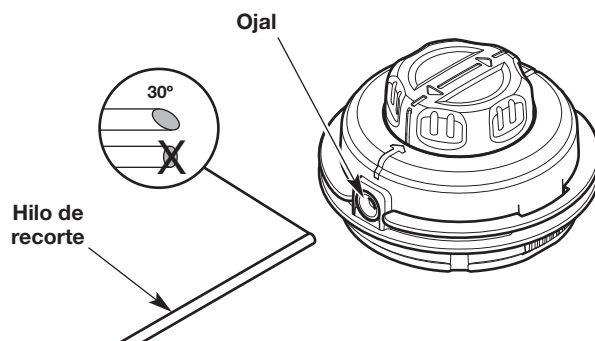
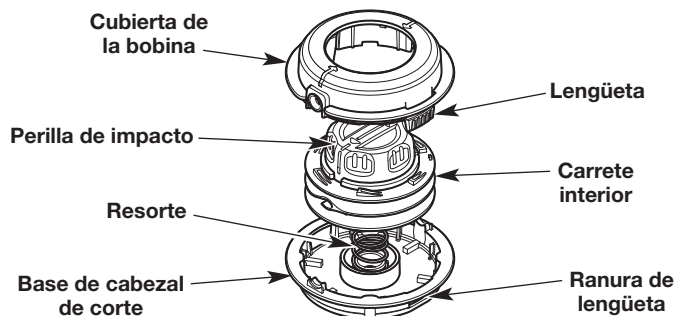

Fig. 21
Fig. 24
2. Corte dos largos de 10 pies (3.0 m) de hilo de recorte nuevo. Corte un extremo de cada hilo en un ángulo de 30° (Fig. 21).
4. Enhebre uno de los hilos por uno de los ojales del cabezal de corte (Fig. 21). Utilice el extremo angulado y empuje el hilo para que entre unas 3 pulgadas (7.5 cm). Repita este proceso con el otro hilo y el ojal restante.
- c. Mientras sostiene el destornillador en el lugar, gírelo suavemente para destrabar la lengüeta del panel de las ranuras (Fig. 24).
- d. Retire la cubierta de la bobina (Fig. 24). **NO** extraiga el resorte de la base del cabezal de corte (Fig. 24).
- e. Empuje la perilla de impacto a través de la cubierta de la bobina. (Fig. 24). Si los ojales se salen, reinserte los ojales en la cubierta de la bobina (Fig. 21).
- NOTA: NO** separe la perilla de impacto del carrete interior (Fig. 24).
- g. Utilice una tela limpia para limpiar el carrete interior, la base de cabezal de corte y la cubierta de la bobina (Fig. 24).
- h. Inserte la perilla de impacto y el carrete interior en la cubierta de la bobina (Fig. 24).
- i. Alinee las lengüetas de la cubierta de la bobina con las ranuras de la base del cabezal de corte (Fig. 24). Empuje la cubierta de la bobina sobre la base del cabezal de corte hasta que las dos lengüetas queden insertadas a presión.